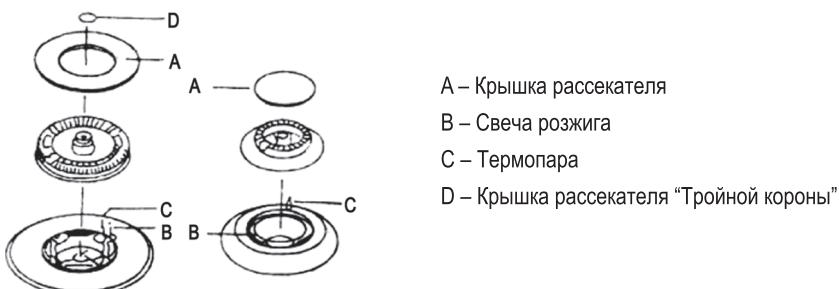

Рис. 1
- После зажжения пламени, удерживайте ручку нажатой около 10 секунд. Это время необходимо для нагрева “термопары” (рис. 1-С) и задействования предохранительного клапана, который в противном случае перекроет подачу газа.